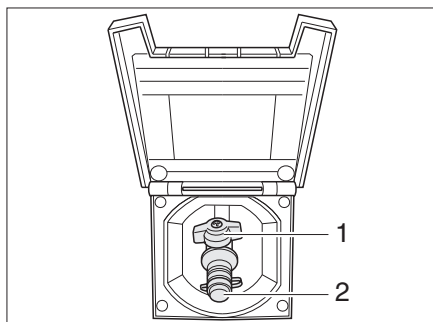

Fig. 232 Presa gas esterna, rubinetto di arresto del gas chiuso
La presa del gas esterna (Fig. 232) si trova sul lato destro del veicolo. In casi eccezionali la presa del gas esterna si trova sul lato sinistro o nella parte posteriore del veicolo.
- Collegare l'apparecchio a gas esterno all'attacco (Fig. 232,2).
- Aprire il rubinetto di arresto del gas (Fig. 232,1).